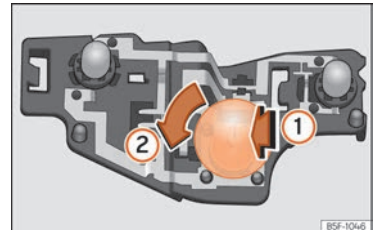

Abb. 118 Position der Glühlampen am Lampenträger.
- Drücken Sie die Lampe leicht in den Lampenträger **1**, drehen Sie sie anschließend nach links **2** und nehmen Sie die defekte Lampe heraus »» **Abb. 118**.